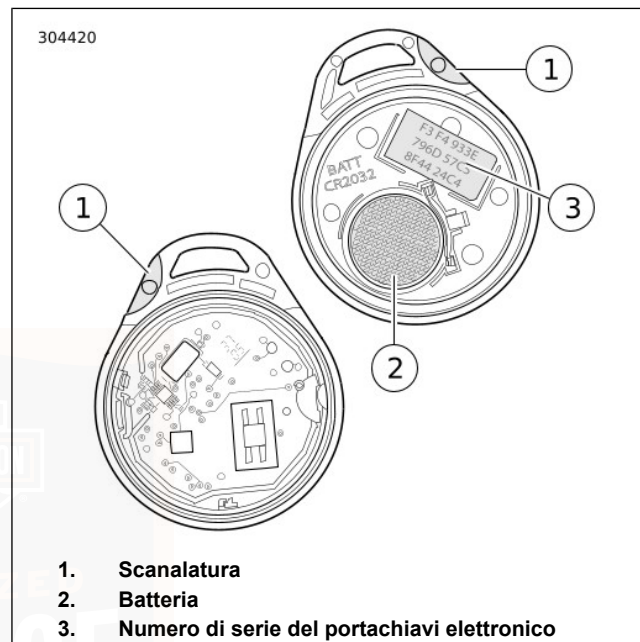

Figura 28. Batteria del portachiavi elettronico
1. Vedere Figura 28. Fare leva delicatamente con una lama sottile nella scanalatura a unghia (1) sul lato del portachiavi per separare le due metà.
2. Rimuovere la batteria (2) ed eliminarla.